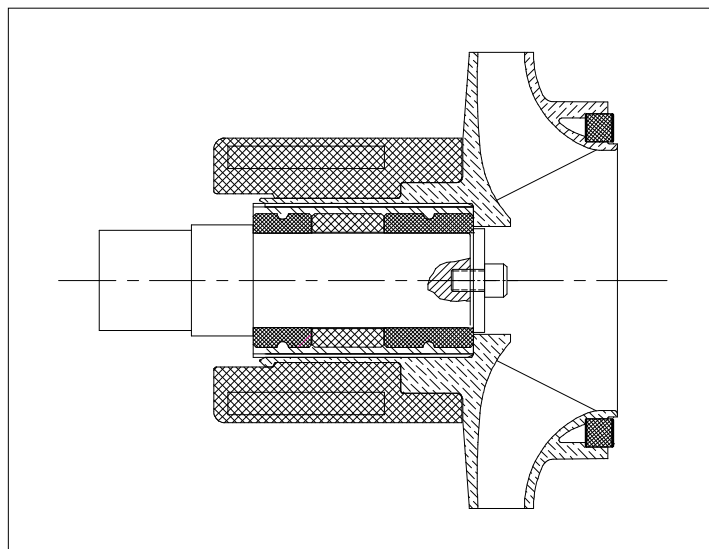

Fig.10-2: Impulsor KF en el eje.
2. Coloque el conjunto del impulsor (Impulsor, Iman Interno y buje principal) dentro del extremo libre del Eje, como se muestra en la Fig 10-2, siendo cuidadoso de evitar roturas en el Buje de SiC. Ajuste ligeramente el tornillo (solo lo suficiente para evitar el deslizamiento al mecanizar). Tenga en cuenta y esté atento a la fuerza de atracción magnética entre el impulsor y las mordazas del torno.